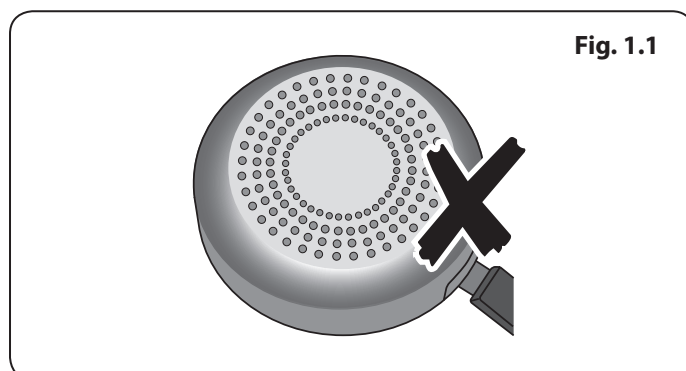

Fig. 1.1
- Pour utiliser toute la puissance de votre plaque à induction et assurer la longévité de ses performances, nous recommandons l'utilisation de poêles et de casseroles pour induction approuvées par AGA Rangemaster. Si vous décidez d'acheter un autre kit de casseroles pour votre cuisinière à induction, nous recommandons fortement d'éviter d'utiliser des ustensiles en aluminium composite avec garnitures en acier, comme illustré à la **Fig. 1.1**. Ce type de conception peut réduire de manière significative la durée de vie et les performances de votre plaque à induction.